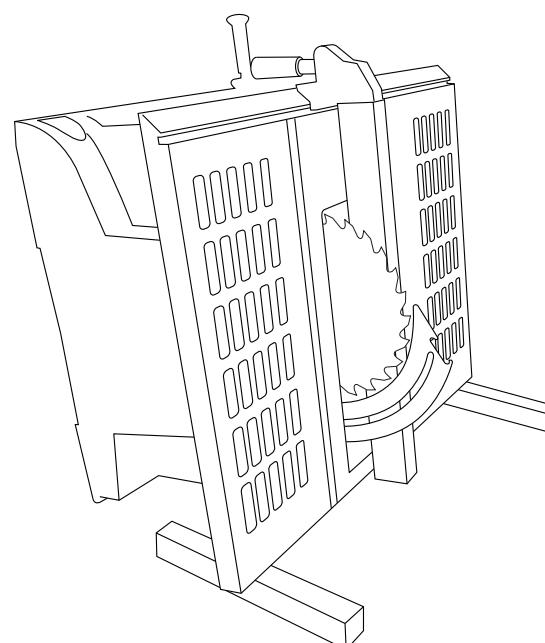

FIG. 21
7. Tilt and rest the saw on 1" thick wooden blocks at the back (Fig 21) to allow access to the riving knife attachment screws from under the saw. Make sure blocks are thick enough for the fence to move freely from side to side.
- Inclinez la scie et placez-la sur des blocs de bois d'un pouce (2,5 cm) d'épaisseur à l'arrière (Fig. 21) afin de rendre possible l'accès aux vis de fixation du couteau diviseur depuis le dessous de la scie. Assurez-vous que les blocs sont assez épais pour que le guide de refente puisse se déplacer librement d'un côté à l'autre.
- Incline y apoye la sierra sobre bloques de madera de 1 pulgada de grosor en la parte de atrás (Fig. 21) para permitir el acceso a los tornillos de sujeción de la cuchilla separadora desde debajo de la sierra. Asegúrese de que los bloques sean lo suficientemente gruesos para que el tope-guía se mueva libremente de un lado a otro.